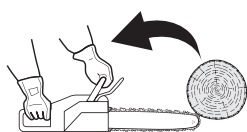

Fig. 31
Un rebond peut se produire quand la pointe ou l'extrémité du guide-chaîne touche un objet, ou quand le bois emprisonne la chaîne au niveau de la ligne de coupe. Dans certains cas, le contact entre le bout du guide-chaîne (13) et un objet peut engendrer une réaction ultra-rapide qui projette le guide-chaîne vers le haut ou vers l'utilisateur (figs. 31 - 33).